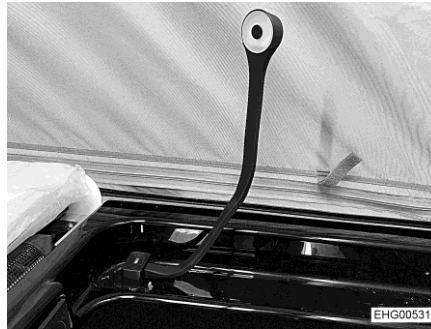
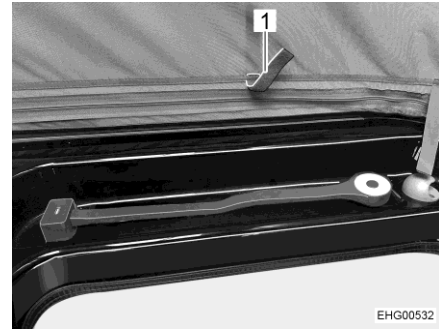

Fig. 39 Lámpara de cuello de cisne, posición de funcionamiento
Fig. 40 Luz de cuello de cisne, posición de transporte
- Volver a colocar la lámpara de cuello de cisne de la posición de funcionamiento (Fig. 39) a la posición de transporte (Fig. 40).
- Tirar la lona hacia dentro con las tiras (Fig. 40,1) previstas para ello.